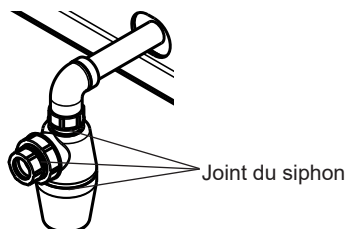

Fig. 55
15. Effectuer la maintenance du siphon (Fig. 55):
18. Remplir d'eau le siphon (Fig. 55) et, s'il y en a un, le dispositif de neutralisation par l'ouverture de nettoyage.